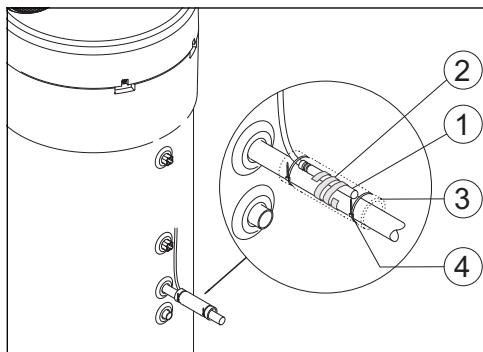

Bild 8
- ▶ Den Temperaturfühler NTC des Zubehörs [1] wie in Bild 8 dargestellt positionieren.